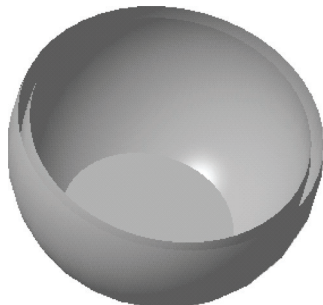

图 10-4 偏移曲面
STEP 04 单击“完成”按钮,即可偏移曲面,效果如图 10-4 所示。